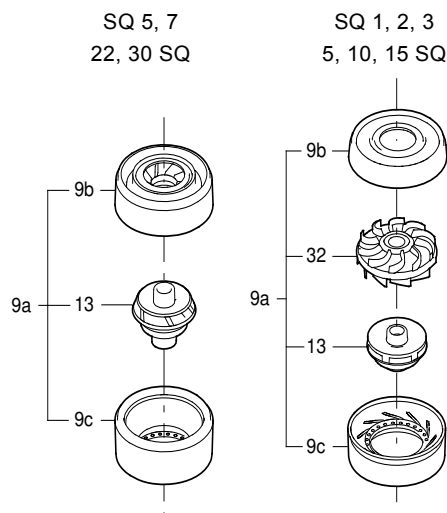

Рис. 4 Сборка камеры
- Перед сборкой комплекта камер необходимо собрать детали камеры в блок: камера в сборе. См. рис. 4. Нижняя часть камеры (9с) может внезапно выскочить, поэтому необходимо сначала собрать камеру. Фиксатор уплотнительного кольца должен быть установлен в нижнюю часть камеры. Для SQ 1, 2 и 3 необходимо убедиться, что направляющие лопатки (32) совпали с пазами нижней части камеры.